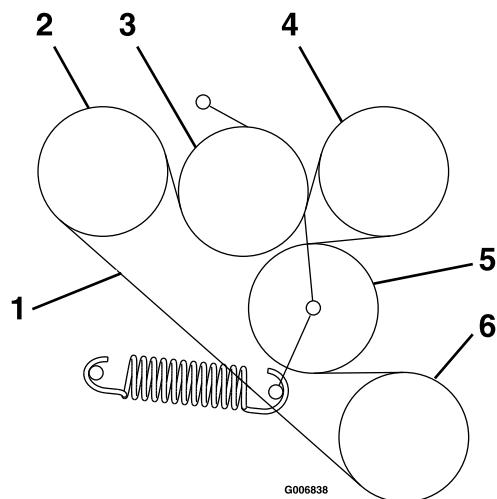

Figura 59
6. Posizionate la nuova cinghia sulle gole come mostrato nell'adesivo posizionato dietro lo schermo di azionamento sinistro (Figura 59).